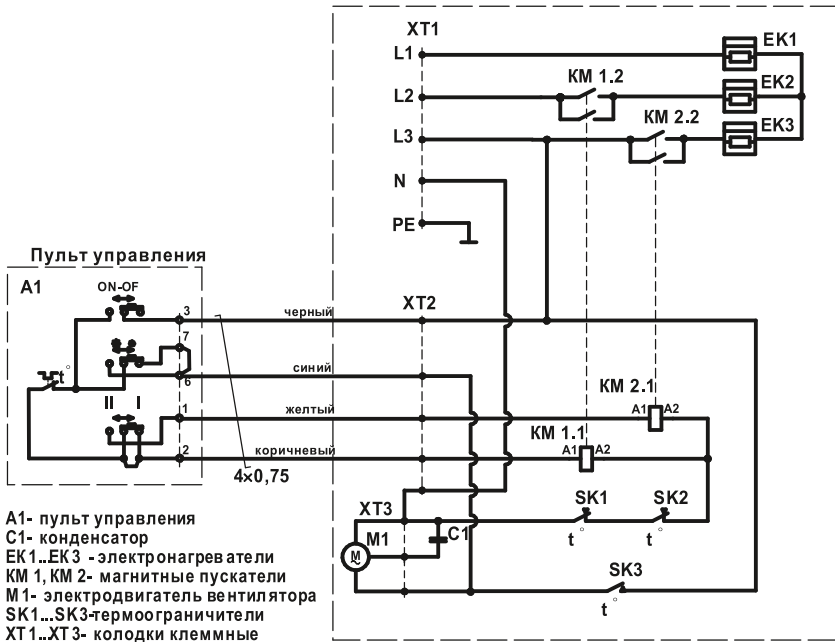

Рис.2. Схема электрическая
5.4 Электрическая схема завесы представлена на рис. 2 Приложения.